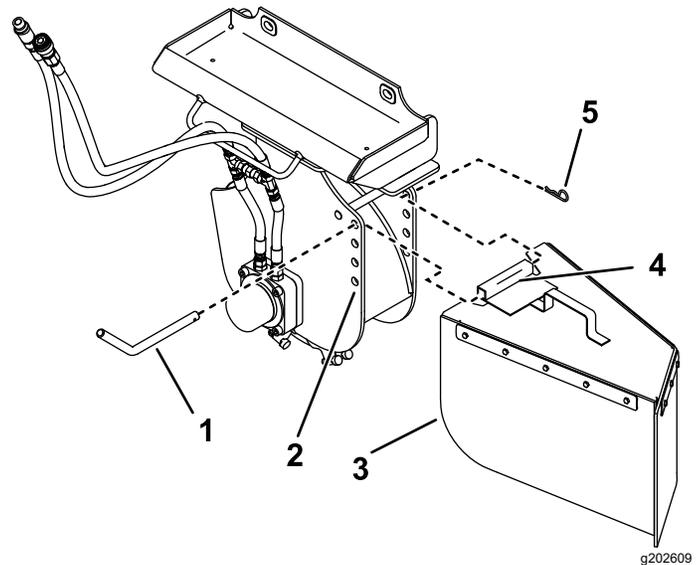

Figura 11
La destoconadora tiene 4 juegos de taladros de montaje para posicionar la coraza (Figura 11). Suba la coraza (taladros superiores) para desbastar cerca del suelo, y bájela (taladros inferiores) para desbastar tocones altos. Instale de la coraza de la siguiente manera:
1. Coloque el tubo de montaje de la coraza entre 2 taladros del desbastador (Figura 11).